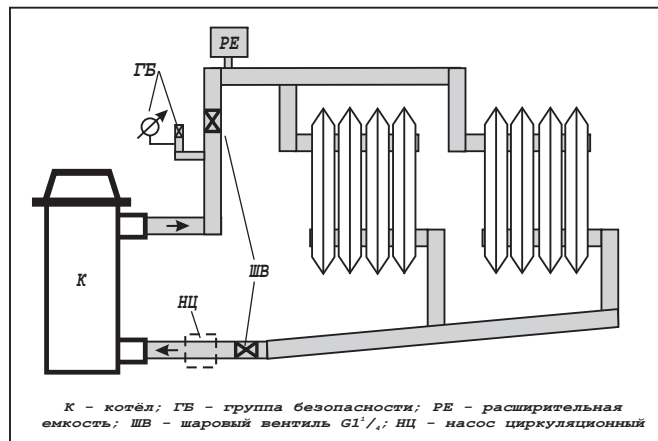

Рисунок 4 - Примерная схема системы отопления
- 5.9. *Внимание!* При эксплуатации прибора запрещается полностью или частично перекрывать шаровые вентили на входе и выходе из котла (см. рисунок 4).